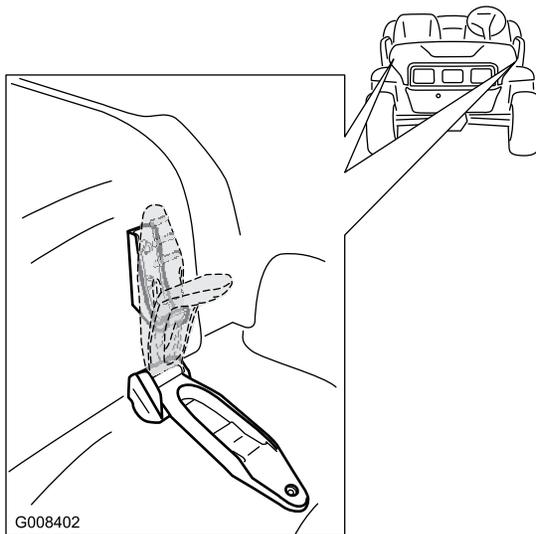

图 26
1. 向上提起机罩两侧橡胶门锁上的手柄图 26。
2. 将橡胶门锁与机罩两侧的锁锚对齐固定机罩图 26。